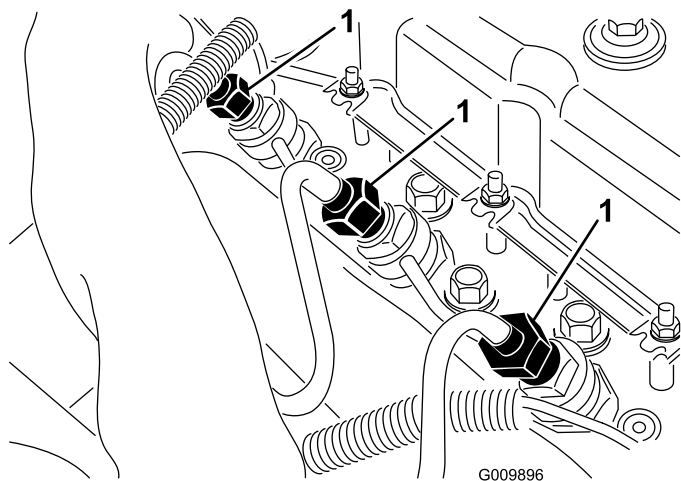

Figura 48
1. Allentate il raccordo del tubo con il primo ugello ed il gruppo portaugelli (Figura 48).